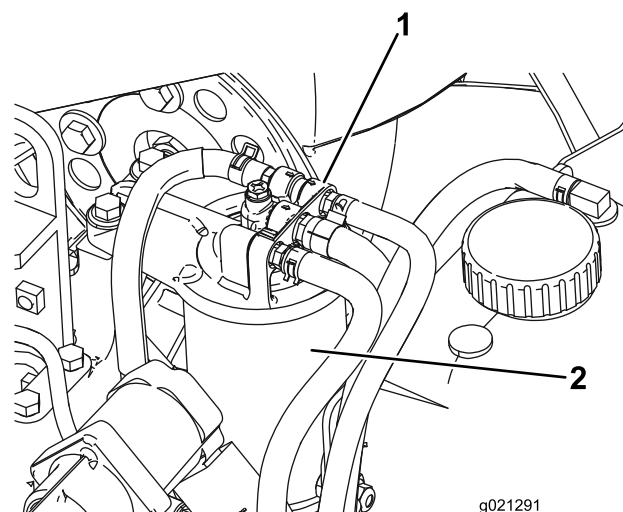

Figura 94
2. Retire o filtro e limpe a superfície de montagem da cabeça do filtro (Figura 94).
1. Limpe a zona em torno da cabeça do filtro de combustível (Figura 94).